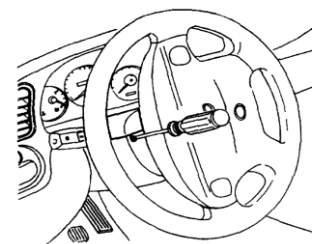

Рис. 1
- 7) Открутите два шурупа на рулевой колонке, поворачивая руль в нужное направление и снять верхнюю крышку (рис. 1). Если у вас Lanos с регулировкой высоты положения руля (Lanos SX), то опустите рулевую колонку в нижнее положение и тогда верхняя крышка снятию торпеды мешать не будет.